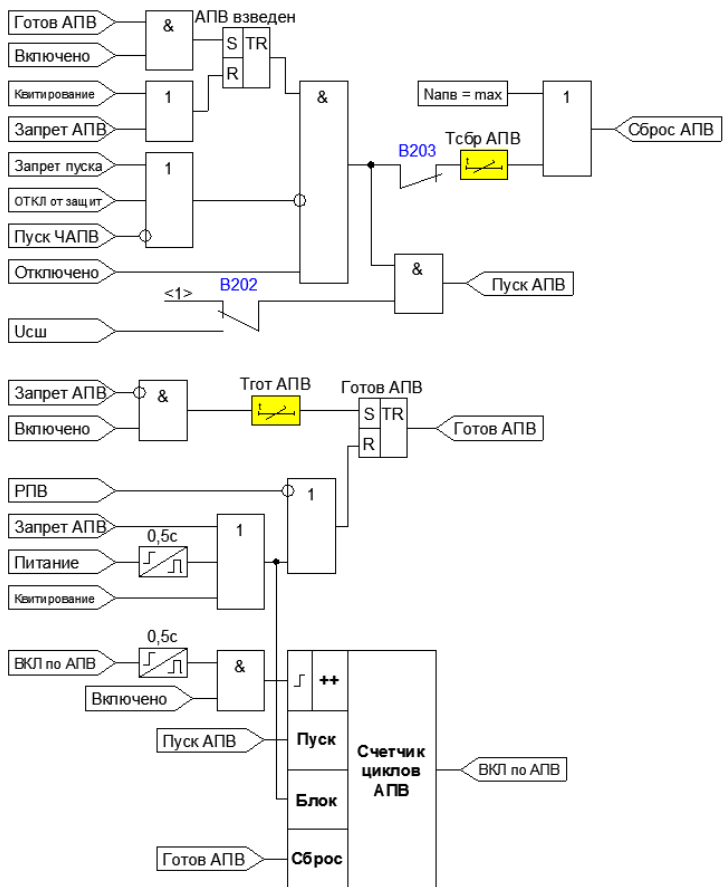

Рисунок 3.2.4 – Функциональная схема АПВ
- после включения ВВ набрана выдержка времени готовности, появился сигнал готовности и выключатель продолжает оставаться включенным (Рисунок 3.2.4);